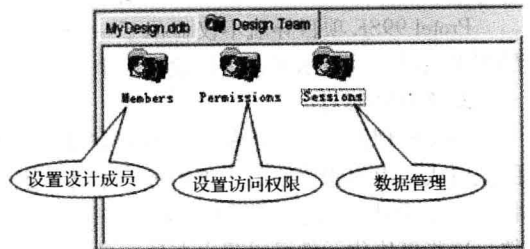

图 1-5 Design Team 管理器
1) Design Team 管理器用于设定设计小组成员、设置成员的访问权限及数据管理, 如图 1-5 所示。